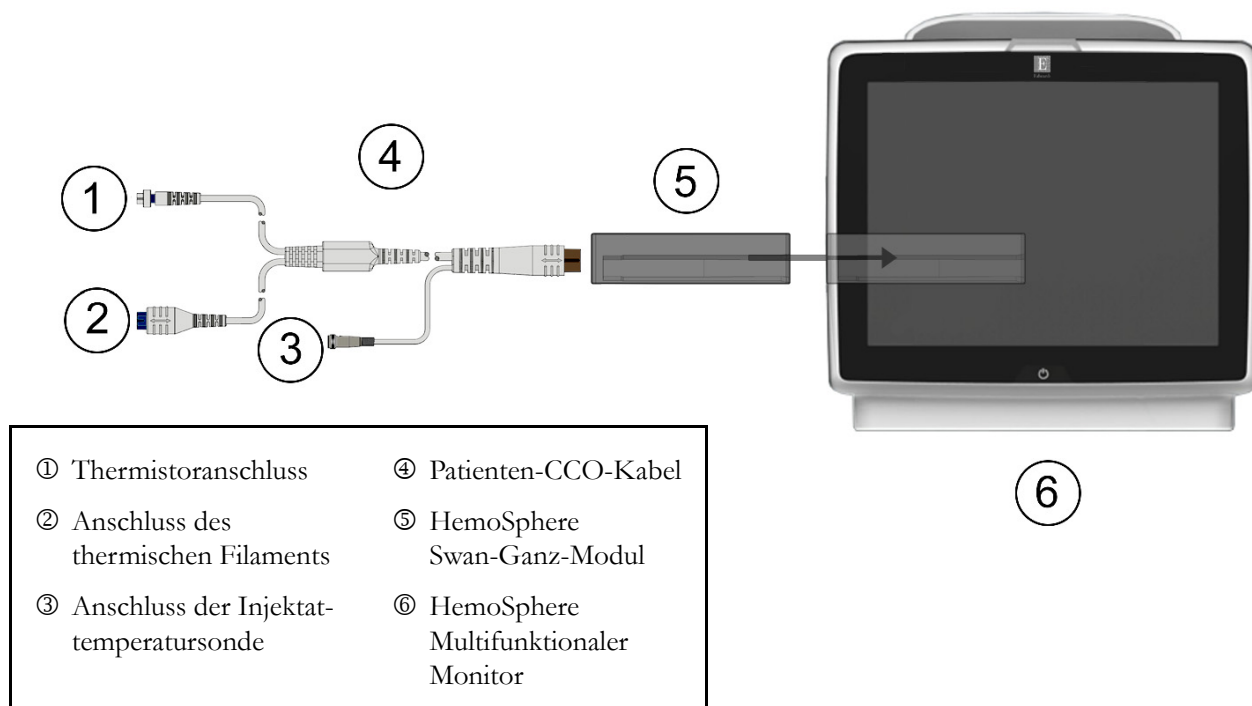

Abbildung 4-1 HemoSphere Swan-Ganz-Modul – Übersicht der Anschlüsse zur Überwachung
Eine Übersicht über die Anschlüsse zur Überwachung mit dem HemoSphere Swan-Ganz-Modul finden Sie in Abbildung 4-1.
- 9 Verbinden Sie den Thermistoranschluss ① und den Anschluss des thermischen Filaments ② des Swan-Ganz CCO-Katheters (Abbildung 4-1) mit dem Patienten-CCO-Kabel.
- 9 Verbinden Sie den Thermistoranschluss des Swan-Ganz-Katheters (①, Abbildung 4-1) mit dem Patienten-CCO-Kabel.
- 10 Schließen Sie die Injektattemperatursonde an den Anschluss für die Injektattemperatursonde ③ des Patienten-CCO-Kabels an. Der Injektatsondentyp (leitungsintegrierte Sonde oder Bad-Sonde) wird automatisch ermittelt.
- 9 Verbinden Sie den Thermistoranschluss ① und den Anschluss des thermischen Filaments ② des Swan-Ganz-Volumetrikatheters (Abbildung 4-1) mit dem Patienten-CCO-Kabel.